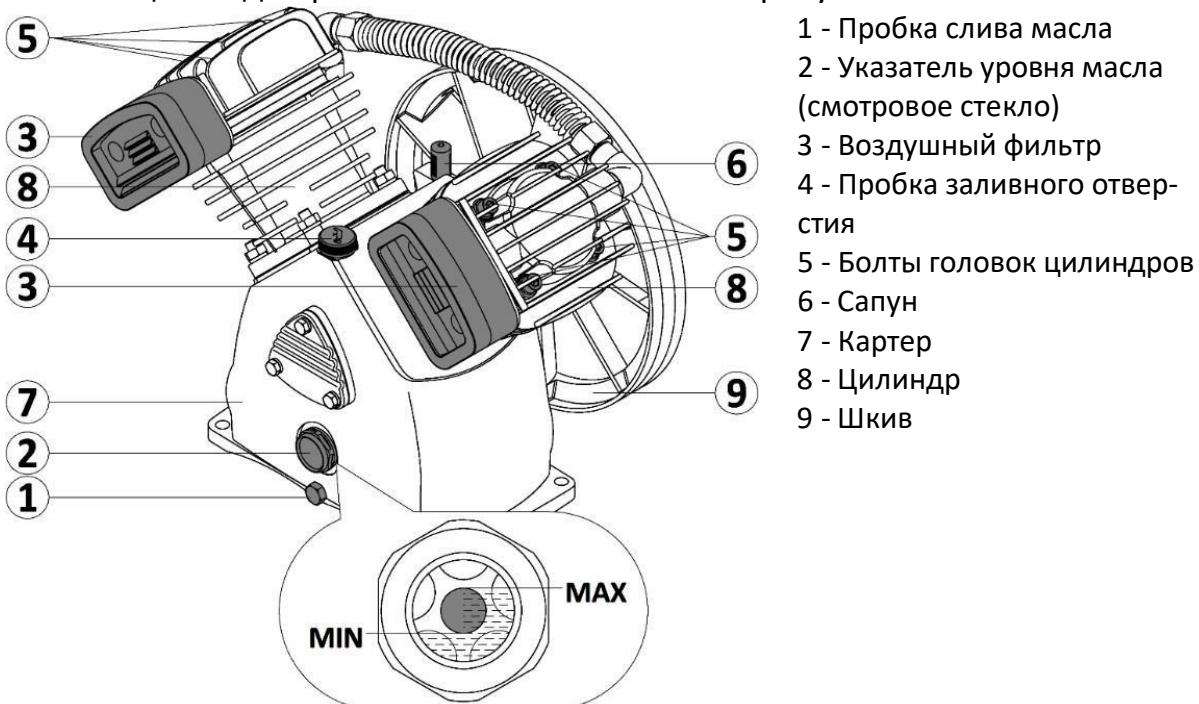

Рисунок 11
Уровень масла в картере блока поршневого должен находиться в пределах красной метки смотрового стекла (рисунок 11).
- Отвинтите пробку заливного отверстия (рисунок 11).
- Ослабьте пробку слива масла (рисунок 11).
После первых 8-ми и 50-ти ч работы проверьте и при необходимости подтяните болты головок цилиндров поршневого блока (рисунок 11), для компенсации температурной усадки. Момент затяжки согласно таблице 5. Подтяжку производить после остывания поршневого блока до температуры окружающей среды.
Через каждые 600 часов работы или чаще по результатам внешнего осмотра (появление загрязнения с внутренней стороны фильтрующего элемента или изменение его цвета) заменяйте воздушный фильтр (фильтрующий элемент) (рисунок 11). Для этого выполните следующие действия: